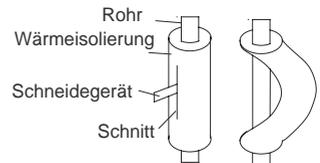

Abb. 13
- (2). Die Rohre in einem Winkel über  $90^\circ$  nicht biegen.
- (3). Wenn die Rohre gebogen und ausgedehnt sind, wird das Material hart. Daher werden das Biegen und die Ausdehnung dieses immer schwieriger. Die Rohre über 3 mal nicht biegen oder ausdehnen.
- (4). Die Wärmeisolierung anhand eines Schneidegeräts schneiden und teilweise entfernen (siehe Abb. 13), bevor das Rohr gebogen wird. Nach dem Biegen die Wärmeisolierung mit Klebeband wieder befestigen.